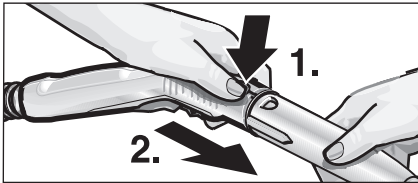

Abb. 5: Trennen der Zubehörteil
- Zum Trennen der Zubehörteile drücken Sie die Entriegelungstaste (C3 bzw. G3) und ziehen die Teile auseinander (siehe Abb. 5).